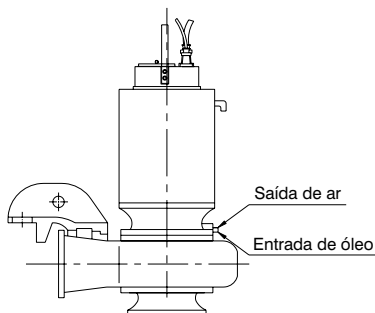

Fig. 7
3.6.1 Fornecimento de Óleo (Fig. 7, 8 e 9)